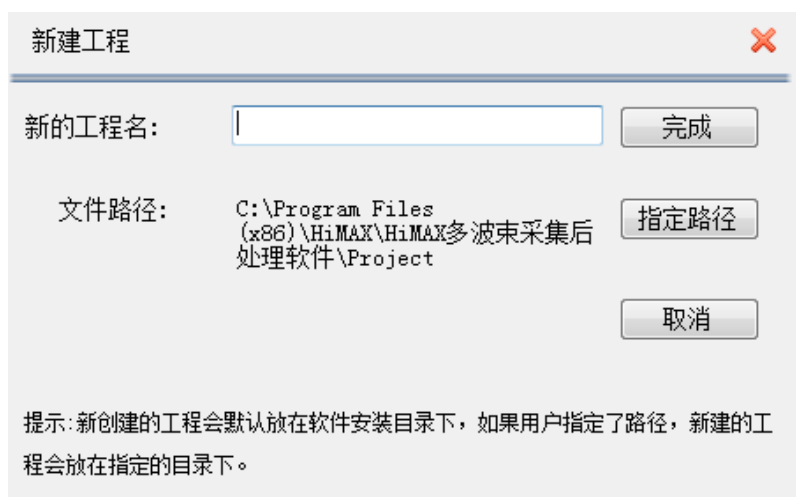

图 3-2 新建项目
**套用项目：**首先，选择列表中的项目，然后，单击【套用】按钮，会出现输入新的项目名界面（如图 3-2 所示），输入新项目的名称，点击『完成』即可新建一个项目，该新建的项目将自动套用列表中所选择的项目参数，点击『取消』退出套用项目操作。